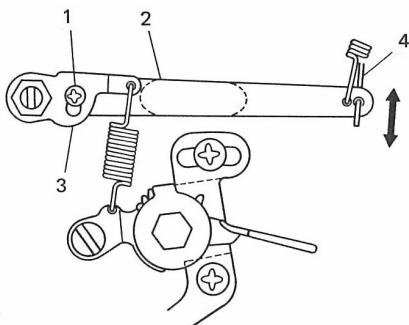

Fig. 23B
- (1) Bränslefilter
- (2) Filter i övre luftrenare
- (3) Luftrenarfilter
- (4) Nivåskruv
⑩ GOVERNOR ADJUSTMENT
- a. First with engine off, loosen screw A (1).
Pull up governor outer lever (2) and push down governor spring lever (3), then at the same time retighten the screw A (Fig. 23B)
- a. D'abord, le moteur arrêté, desserrer la vis A (1). Relever le levier extérieur du régulateur (2) et enfoncez le levier du ressort du régulateur (3), puis resserrer simultanément la vis A. (Fig. 23B)
⑥ REGLEREINSTELLUNG
- a. Bei ausgeschaltetem Motor Schraube A (1) lösen. Dann den außen Reglerhebel (2) hochziehen und den Federhebel (3) des Reglers hinunterdrücken und gleichzeitig die Schraube A wieder festziehen (Fig 23B).
④ AJUSTE DEL REGULADOR
- a. Con el motor parado, aflojar primeramente el tornillo A (1).
Extraer la palanca exterior del regulador (2) y empujar la palanca del resorte del regulador (3), al mismo tiempo se reajustará el tornillo A (Fig 23B)
- a. Stanna först motorn och lossa sedan skruven A (1). Drag upp den yttre spaken (2) av regulatorn och tryck sedan ned dess fjäderspak (3). Drag samtidigt åt skruven A. (Fig. 23B)